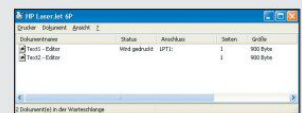

Bild 4: Warteschlange
6. Bei der Installation eines Druckers wird auf dem PC eine Warteschlange (**Bild 4**) angelegt. Welchen Vorteil bewirkt die Druckerwarteschlange?